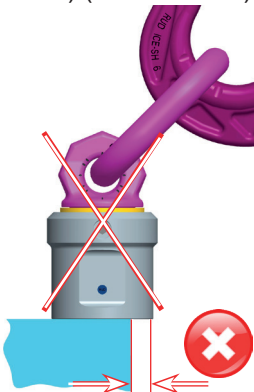

Fig. 6: Il VWBM deve essere appoggiato su tutta la superficie (appoggio $\geq D$)
- Deve essere garantita una superficie di appoggio piana del punto di sollevamento con diametro minimo D secondo *Tabella 2* (Fig. 6).